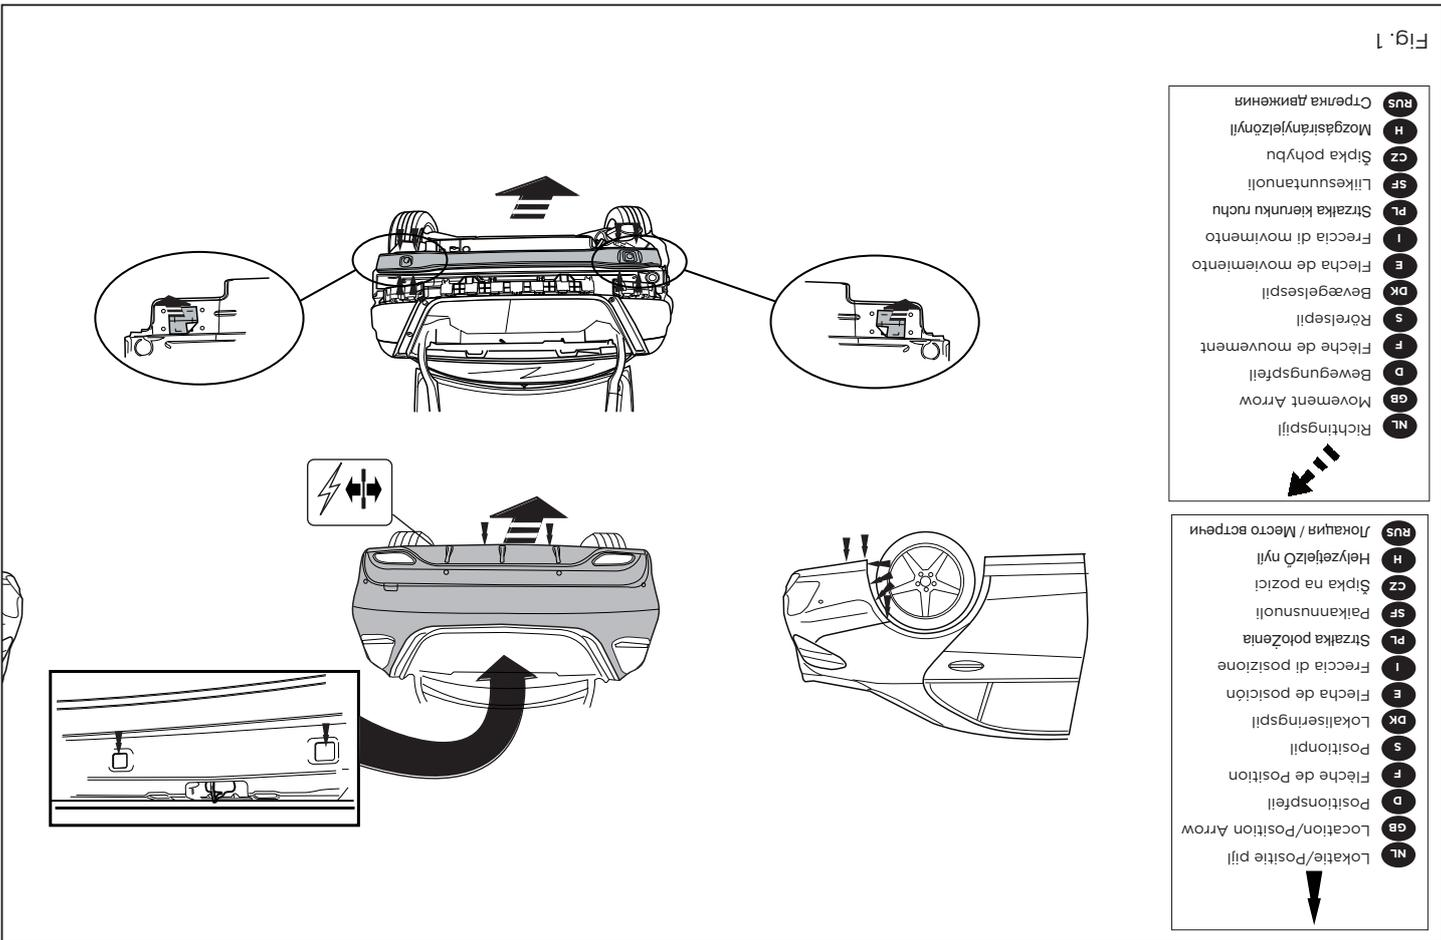

Fig. 1
The buffer beam will no longer be needed. See figure 1.
1. Die Stoßstange einschließlich des stählernen Stoßbalkens vom Fahrzeug abmontieren. Der Stoßbalken wird nicht mehr benötigt. Siehe Abbildung 1.
1. Déposer le pare-chocs du véhicule y compris la traverse en acier la traverse ne sera plus utilisée. Voir la figure 1.
1. Demonter kofangeren, inklusive køretøjets stålstødbjælke. Denne bliver overflødig. Se fig. 1.